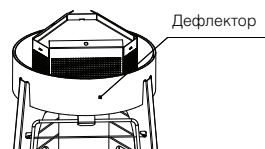

Рисунок 6 – Установка дефлектора
- Оденьте сверху на профили дефлектор (Рис. 6);